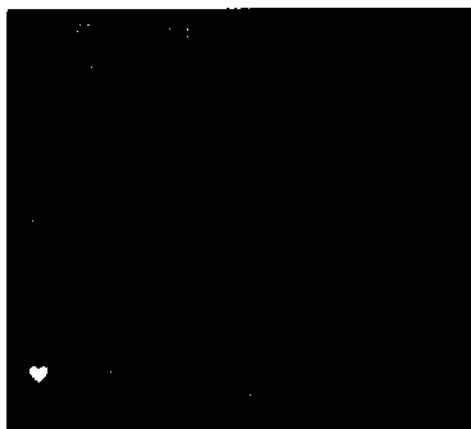

Рис. 7-22. График изменения интеграла линейной скорости, полученный с помощью инструмента Auto VTi
На Рис. 7-22 представлен пример графика изменений интеграла линейной скорости.
4. Нажимайте на кнопку Trending (Изменения), когда необходимо просмотреть текущий график изменений интеграла линейной скорости с помощью инструмента Auto VTi (см. Рис. 7-22).